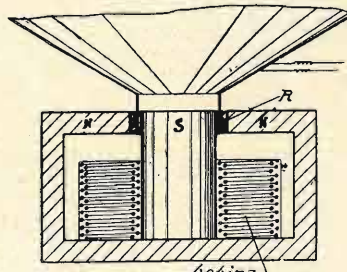

Fig. 1.
La fig. 1 riproduce una sezione trasversale di un altoparlante elettrodinamico munito di una robusta calamita elettrica, costituita da un nucleo in ferro dolce (S), una bobina di eccitazione e un corpo (N). Se si fa passare attraverso la bobina di eccitazione una corrente continua questa crea un forte campo magnetico la cui intensità è più densa nel giro anulare (R) dove oscilla la bobina dell'altoparlante. Essendo la bobina fissata rigidamente alla membrana, questa ultima è obbligata a seguire fedelmente le oscillazioni con il medesimo ritmo di frequenza fonetica.